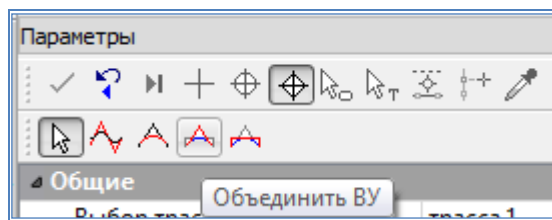

Рис.22. Вид команды
**Объединить ВУ** – позволяет производить объединение двух вершин углов в одну. Вид команды приведен на рис.22.